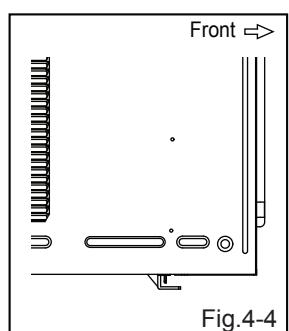

Fig.4-4
- Levante completamente para insertar las clavijas en las ranuras y asegurar la guía del bastidor.(Fig.4-4)